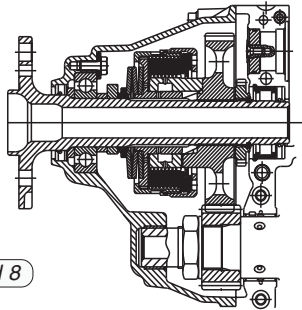

Bild 8
Siehe dazu Bild 8.
- ◆ HINWEIS: Bild 8 zeigt ein Getriebe "Ausführung 2" mit integrierter Überlastkupplung.